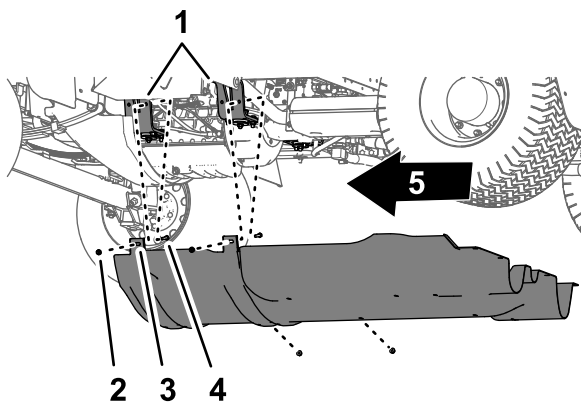

図 63
2. キャリッジ下シュラウドの取り付けタブをエンジン搭載ブラケットに固定しているボルトおよびキャリッジボルトのフランジロックナット5/16" 4個を取り外す 図 63。
4. キャリッジ下シュラウドを機体から取り外す 図 62 と 図 63。
1. キャリッジ下シュラウドを車体の下シャーシに合わせる 図 63 キャリッジ下シュラウドを取り外す (ページ 50) を参照。
2. エンジン搭載ブラケットのところで、ボルトとキャリッジボルトの上からキャリッジ下シュラウドの取り付けタブを入れる 図 63 キャリッジ下シュラウドを取り外す (ページ 50) を参照。
3. キャリッジ下シュラウドを、エンジン搭載ブラケットとボルトに組み付ける 図 63 ステップ2 キャリッジ下シュラウドを取り外す (ページ 50) で外したフランジロックナット (5/16") 4個を使用する。